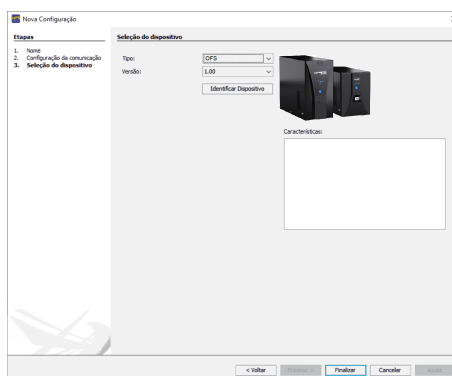

Figura 6.7: Configuração do dispositivo
- Avance para a próxima tela de seleção do dispositivo, conforme mostra a Figura 6.7.